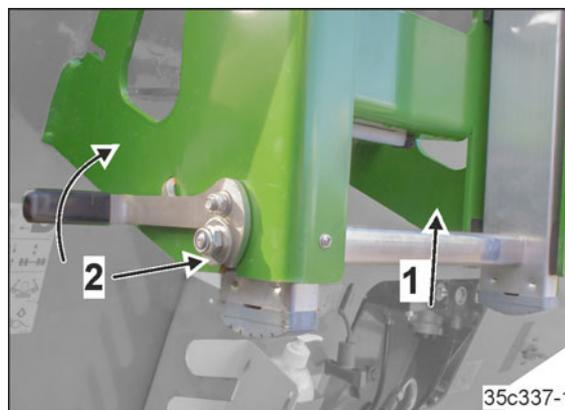

Fig. 232
1. Pousser l'échelle vers le haut (Fig. 232/1).
2. Veiller à ce que la sécurité à ressort s'enclenche (Fig. 232/2).